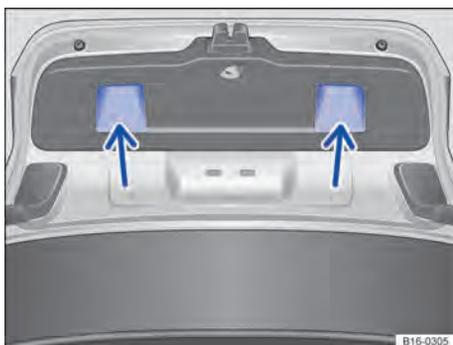

Fig. 51 Tampa do compartimento de bagagem aberta: rebainhas para puxar.
- Segurar um dos rebainhas do revestimento interno da tampa do compartimento de bagagem ⇒ Fig. 51 (setas).